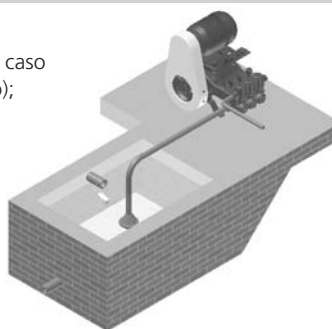

Fig. 01
- Em locais onde haja areia é recomendado fazer sistema de decantação para evitar que a bomba succione sólidos (areia), conforme de mostrado na Fig. 01;